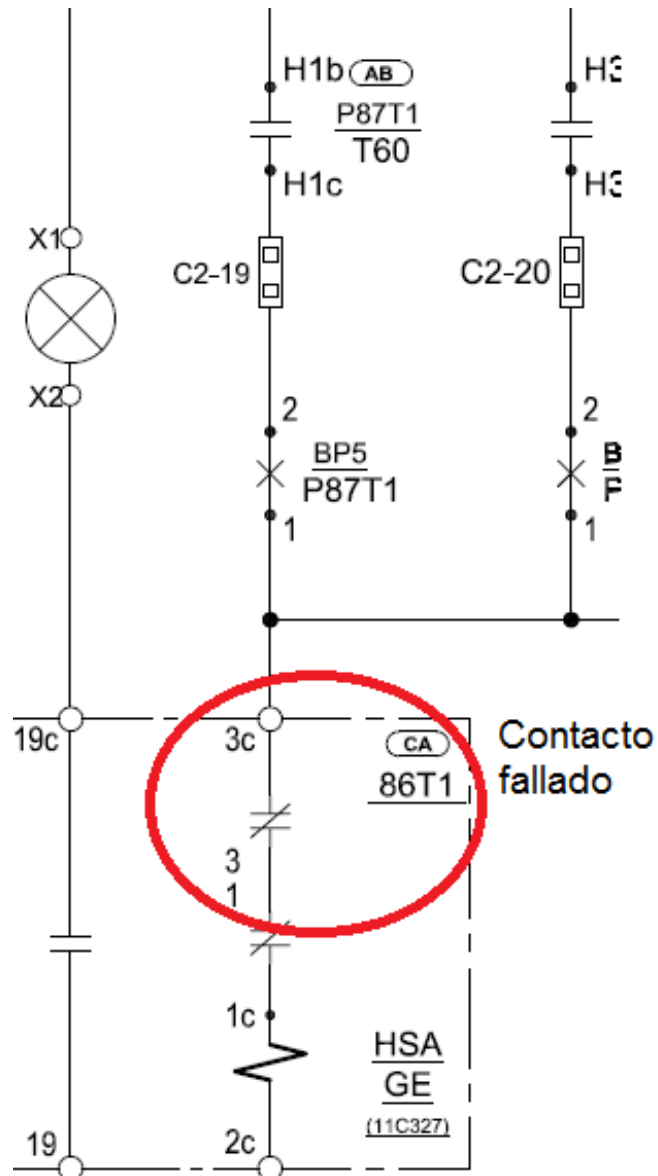

Figura 1: Diagrama relé 86T1
- ✓ Con la instalación normalizada se procedió a revisar los esquemas de control para determinar el origen de la falla. Se descubre que un contacto tipo b del relé 86T1, que debía estar cerrado, se encontraba abierto, dejando inhabilitada bobina de relé 86T1 como se muestra en la Figura 1. Por lo anterior no opera el relé 86T1 y tampoco abre 52HT1.